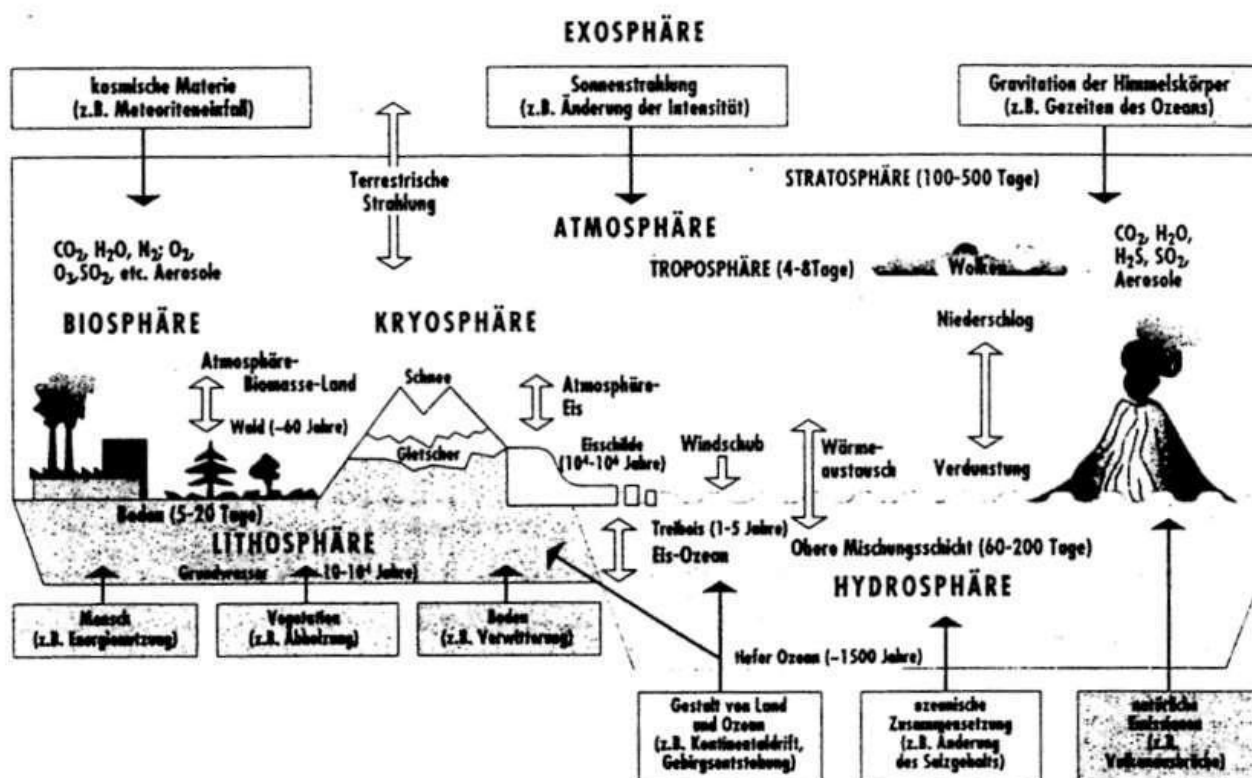

Abb. 9: Wechselbeziehungen innerhalb der Geosphäre.
-19 °C! Dieser **naturgegebene Treibhauseffekt** ist somit wesentliche Voraussetzung und Grundlage unseres Lebens! Die Geosphäre (Erdhülle) mit den Wechselbeziehungen innerhalb der Untersysteme Atmosphäre (Lufthülle; Troposphäre = unterste Schicht; Stratosphäre = Schicht in ca. 10 bis 80 km Höhe; Exosphäre = oberste Schicht), Hydrosphäre (Gewässer, vor allem Ozeane), Biosphäre (Lebewesen, vor allem Pflanzen), Kryosphäre (eisbedeckte Flächen) und Lithosphäre (Gesteinszonen) ist in Abb. 9 dargestellt.